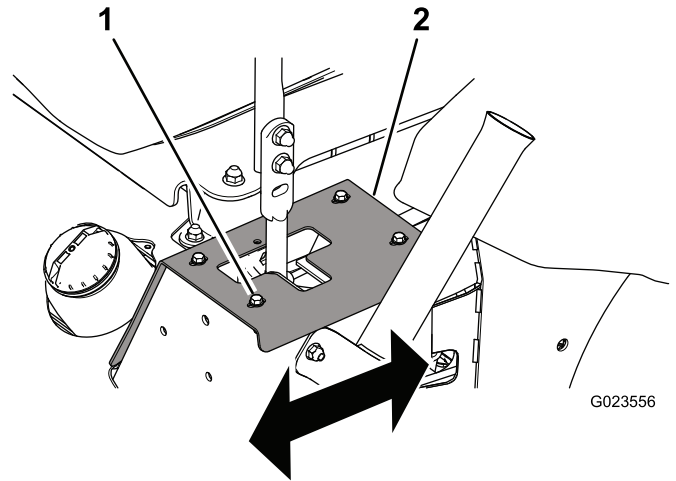

Bild 55
- Wenn sie nach rechts zieht, lösen Sie die Schrauben und versetzen die linke Anschlagplatte nach hinten, bis die Maschine geradeaus fährt (Bild 55).
- Wenn sie nach links zieht, lösen Sie die Schrauben und versetzen die rechte Anschlagplatte nach hinten, bis die Maschine geradeaus fährt (Bild 55).
1. Schraube (4)
3. Ziehen Sie die Schrauben an, um die Anschlagplatte zu befestigen (Bild 55).